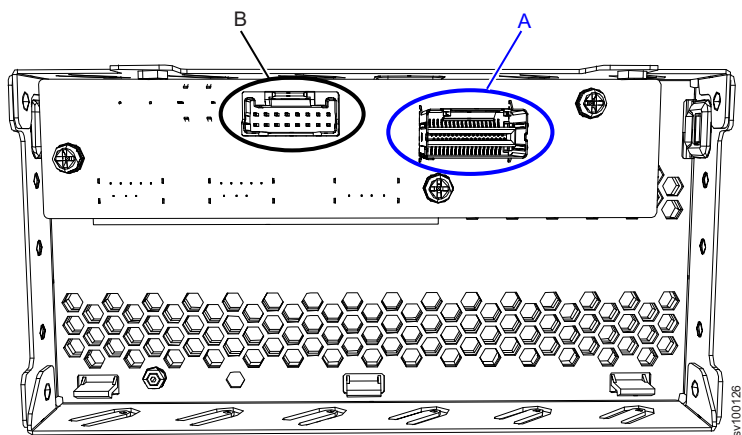

图 170. 2145-SV1 操作员信息面板后部的电缆接口
2. 将每根电缆连接到 操作员信息面板 后部相应的接口，如第 208 页的图 170 中所示。